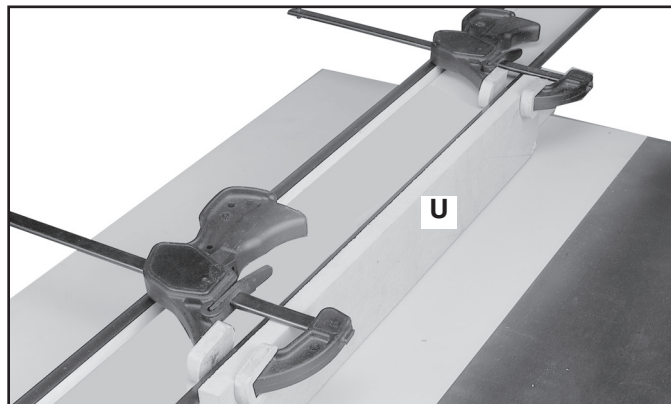

FIG. 73
Ajouter une planche de repère (U) Fig. 73 d'un ou des deux côtés du guide longitudinal lors d'opérations spéciales (utilisation de fraises à moulurer, etc.). Selon le guide, fixer la planche de repère face au guide à l'aide de vis à bois dans des trous percés dans le guide ou à l'aide de deux brides de fixation. Pour la plupart des travaux, une pièce de 19,1 mm ($\frac{3}{4}$ po) est convenable même si parfois un travail requiert une planche de repère de 25 mm (1 po).